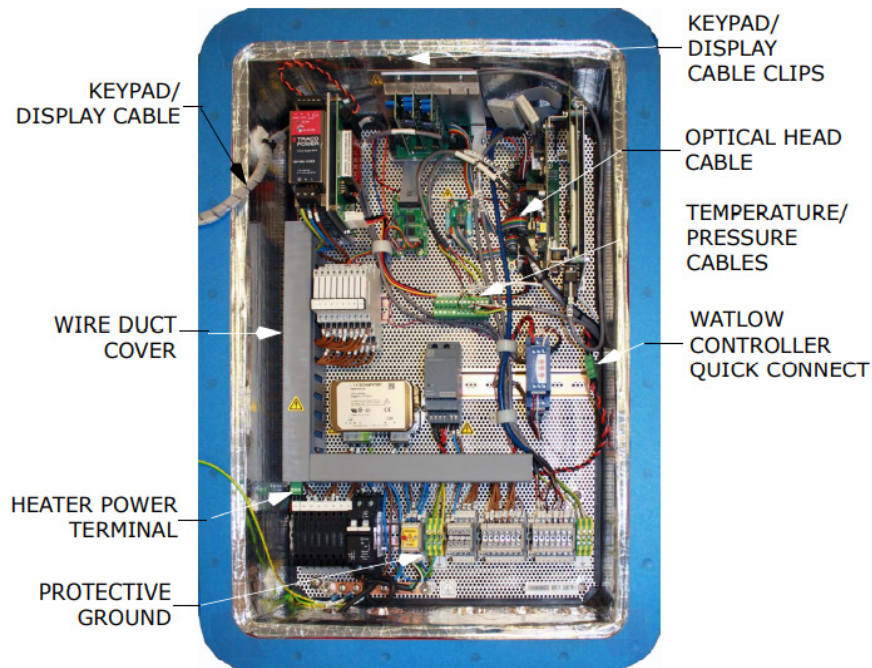

Рис. 31. Блок электроники
5. Снимите зажимы с клавиатуры и кабеля управления дисплеем в верхней части корпуса. См. Рис. 31.